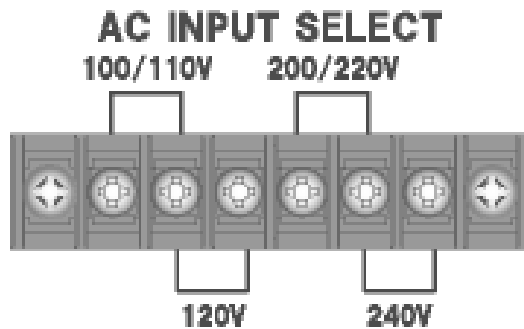

図 9 AC 入力電圧切替端子
⑩ AC 入力切替端子
本器を駆動するための AC の入力電圧を設定します。本器は、図 9 で示した端子の組み合わせの中から 1 カ所（2 端子）を選択し、端子台に取り付けられているショート・バーを切り替えることで“⑨AC 電源入力”の入力電圧を AC100/110V、AC120V、AC200/220V、AC240V のいずれかの電圧に変更することができます。